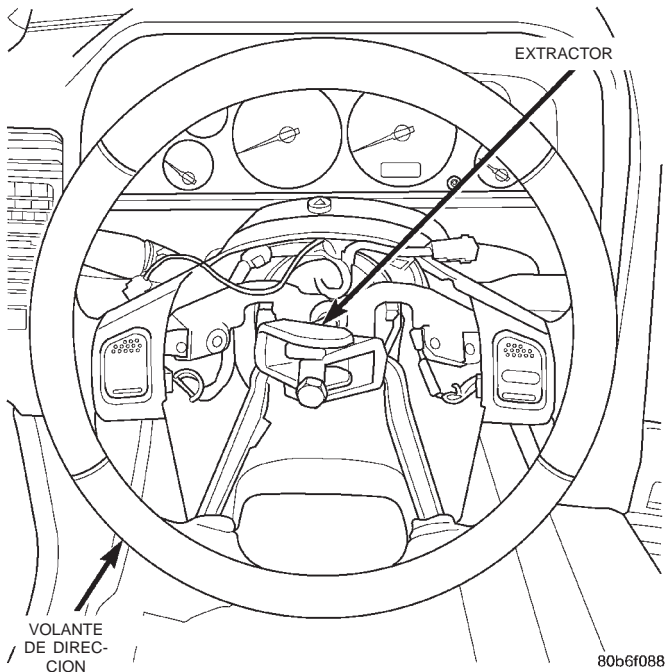

Fig. 13 Desmontaje e instalación del volante de dirección
(1) Coloque las ruedas delanteras en posición recta hacia adelante.
(2) Retire el módulo de airbag del lado del conductor del volante de dirección. Para informarse sobre el procedimiento, consulte **Módulo de airbag del lado del conductor** en la sección Desmontaje e instalación de este grupo.
(3) Desconecte el conector del mazo de cables del volante de dirección del receptáculo del conector del muelle de reloj superior, que está situado entre los radios superiores de la armadura dentro de la cavidad del cubo del volante de dirección.
(4) Retire la tuerca que fija la armadura del volante de dirección en el eje superior de la columna de dirección, situada dentro de la cavidad del cubo del volante de dirección.
(5) Extraiga el volante de dirección de la estría del eje superior de la columna de dirección empleando un extractor de dos mandíbulas (herramienta especial C-3894-A) (Fig. 13). Al instalar el extractor en el volante de dirección, asegúrese de que cada mandíbula del mismo calce en la cavidad de fundición dentro de la parte inferior de la armadura del volante de dirección a cada lado del cubo (Fig. 14). Asimismo, si el muelle de reloj va a reutilizarse, asegúrese de no dañar o deformar la caja del muelle de reloj al colocar las mandíbulas del extractor debajo del cubo de la armadura del volante de dirección.